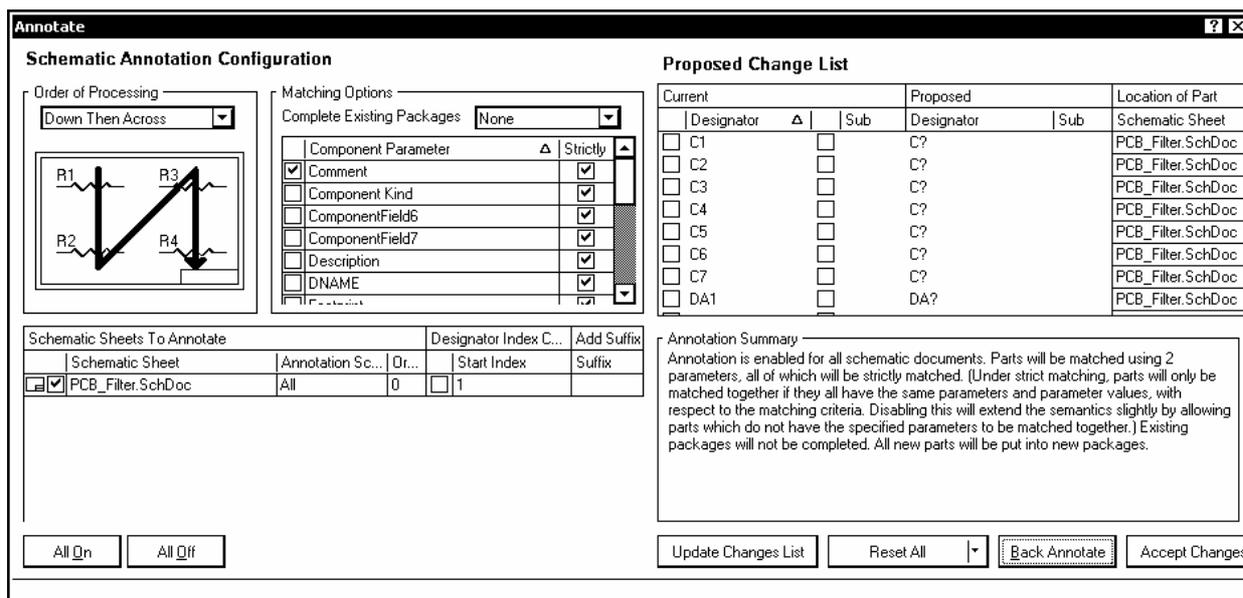

Рис. 5.11
1. Активизировать команду главного меню Tools>>Annotate. Открывается диалоговое окно Annotation, рис. 5.11. В двух колонках таблицы Proposed Changes List представлены существующие позиционные обозначения (колонка Current) и неназначенные пока новые (колонка Proposed).
5. Щелкнуть левой клавишей на кнопке Update Changes List. Программа выдает окно с сообщением о числе вносимых изменений. По щелчку ОК окно закрывается, а в колонке Proposed окна рис. 5.11 появляются новые позиционные обозначения компонентов.
10. Щелчком ОК внесенные изменения возвращаются в окно рис. 5.11